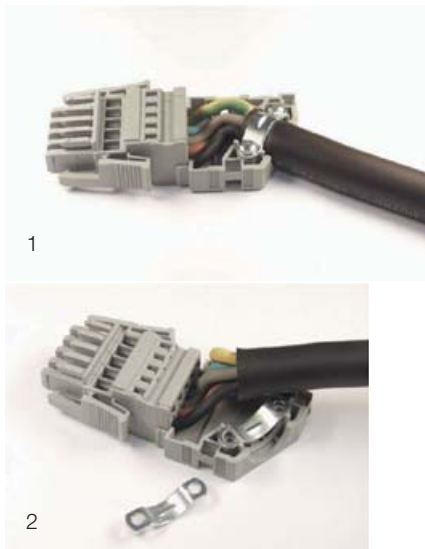

Рис. 32: Штекер подключения с корпусом для защиты от натяжения
- Проложите провода в корпусе для разгрузки от натяжения, как показано на рис. 32, и зафиксируйте кабель с помощью кабельного зажима на корпусе для защиты от натяжения.
Для того, чтобы обеспечить достаточную разгрузку от натяжения также для кабеля с диаметром  $< 12$  мм, необходима установка второго кабельного зажима под проводом (рис. 32, поз. 2).